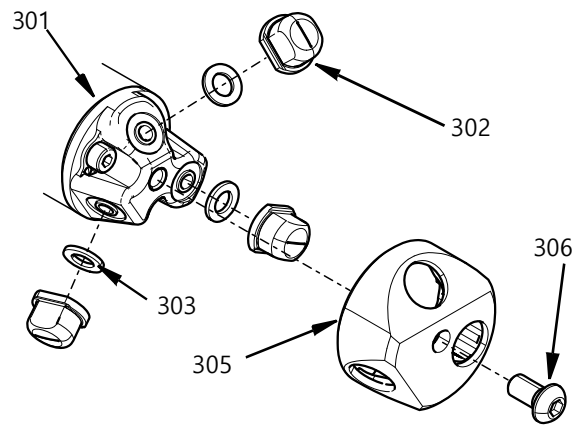

FIG. 4
1. 노즐 패킹 개스킷(303) 3개를 노즐 헤드(301)의 일치용 홈에 놓습니다.
3. 노즐이 삽입된 노즐 캡은 캡 중앙에 있는 M6 육각 버튼 헤드 나사(306)를 사용하여 노즐 헤드(301)에 단단히 고정되어야 합니다. 29.2 in-lbs(3.3 N•m)의 토크로 조입니다. FIG. 4를 참조하십시오.